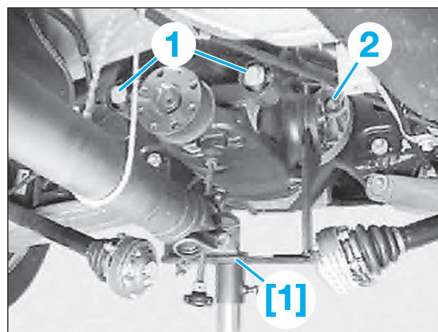

Fig. 16
- Soutenir le pont arrière avec un cric d'atelier et l'outil [1] (Fig.16).
- les vis (1),
- l'écrou (2) et extraire la vis vers l'arrière.
- Monter le pont arrière avec le cric d'atelier et l'outil [1] (Fig.16).
- Reposer les vis (1) (sans les serrer).
- Insérer la vis par l'arrière et remplacer l'écrou (2) (ne pas le serrer).
- l'écrou (2).